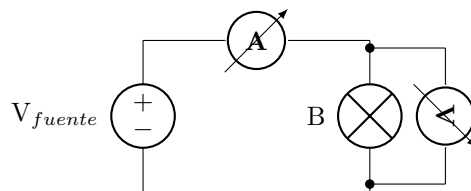

Figura 1.1: Medición de corriente y voltaje en un circuito.
- a. Realice las conexiones del circuito tal y como se indica en la Figura 1.1.